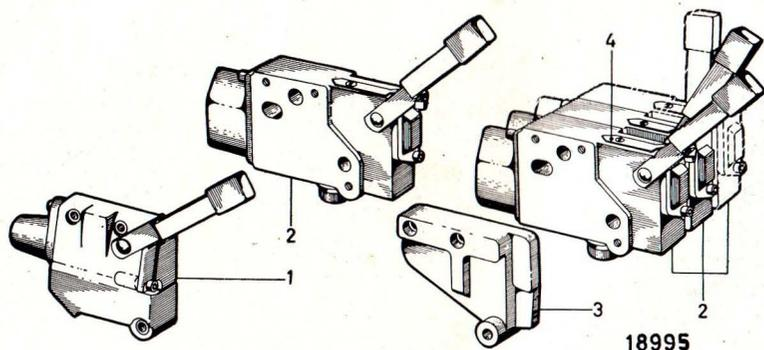

Figure 51
4. raccordement de **3 distributeurs intercalaires**, le distributeur extérieur recevant alors une plaque d'obturation; cette disposition est parfois inévitable, lorsque l'intégration du distributeur terminal échoue pour une raison d'encombrement. Plaque spéciale d'obturation: repère sur figure 51. (Distributeur complémentaire spécial pour la commande d'une barre faucheuse à positionnement et entraînement hydrauliques)